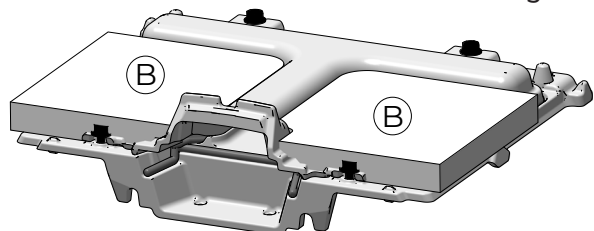

Fig. 7.13
8	Inserire la nuova piastra posteriore sui pannelli isolanti posteriori (B) (Fig. 7.13)